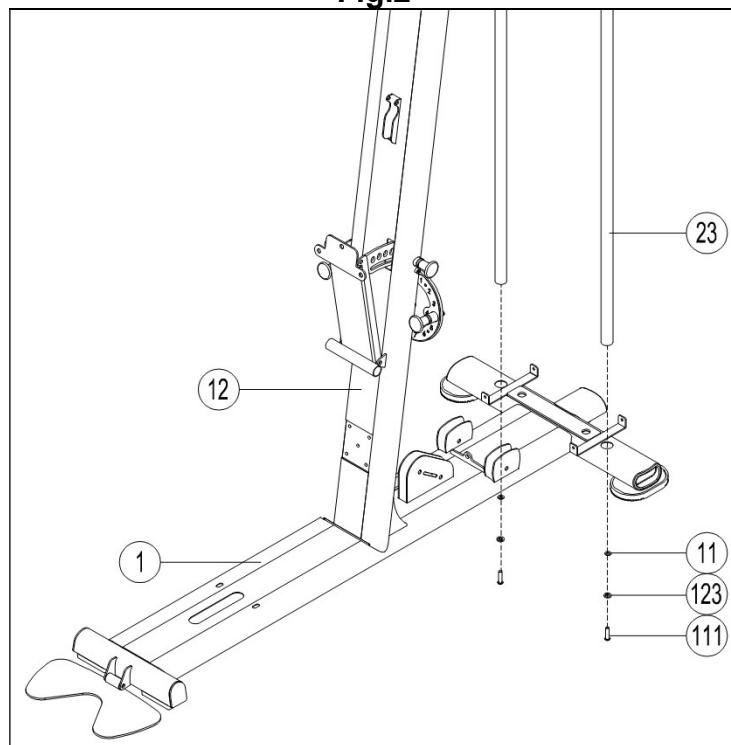

Fig.3
3.- Coloque la estructura superior (20) primero en las columnas (23), atornille con los tornillos (111) y las arandelas (123), (11), Fig.3. Apriete ligeramente.
Atornille la estructura superior (20) al tubo vertical (12) usando los tornillos (112) y las arandelas (11), Fig.3. Apriete todos los tornillos.